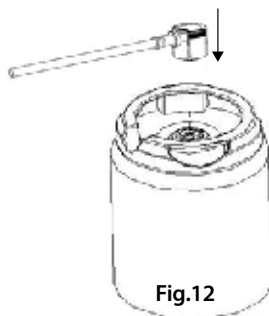

Fig.12
4. Placera adaptern och ölslangen på Heineken-fatet (fig. 12).